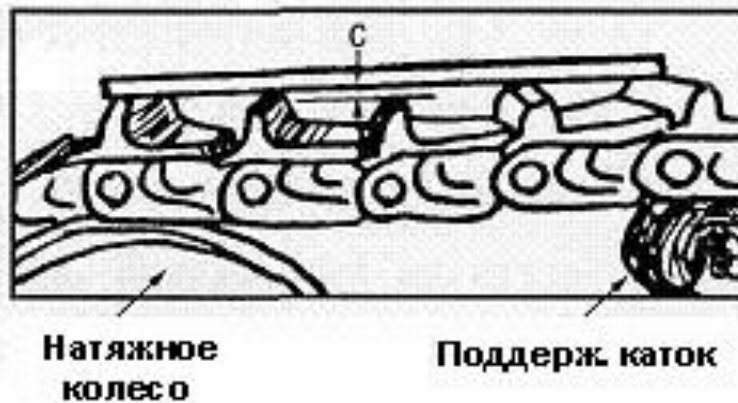

Рис. 47
- 1) Проверить натяжение гусеничной цепи (Рис. 47)